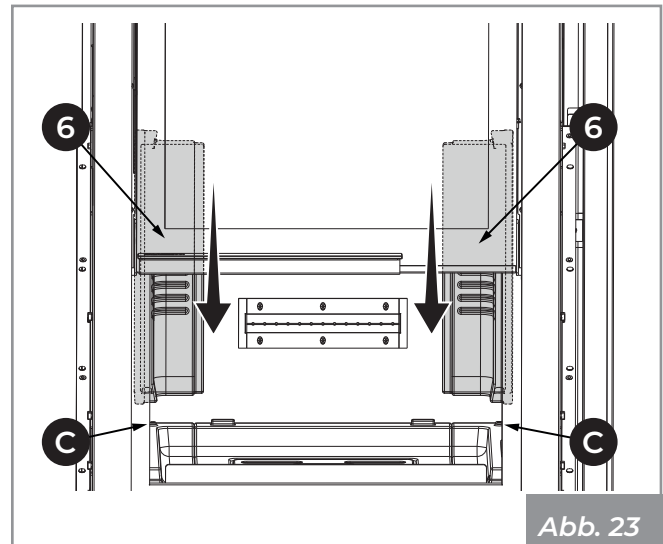

Abb. 23
- 7) Die Winkelplatten aus feuerfestem Material (6) in der Brennkammer anlegen und vorsichtig in Position schieben, wobei sie mit dem Vorsprung (C), welcher in der Basis aus Schamotten (Abb. 23) vorhanden ist, zentriert sein muss.